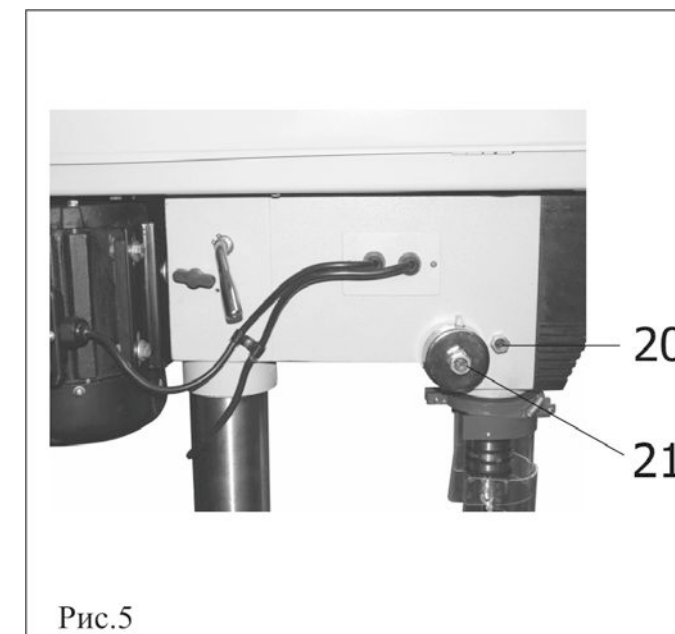

Рис.5
9.15. Проверьте наличие поперечного люфта шпинделя, покачивая за сверлильный патрон (6), Рис.2. Если люфт ощутим, его можно минимизировать, проворачивая по часовой стрелке винт (20), Рис.5 (предварительно отпустите контрящую гайку, а по завершению регулировки – вновь затяните ее).
Помните, затягивая винт (20), Рис.5, Вы прижимаете шпиндель. Усилия возвратной пружины может оказаться недостаточно для автоматического подъема шпинделя в исходное положение.
9.16. Регулировка усилия возвратной пружины шпинделя осуществляется вращением регулировочного болта (21), Рис.5.